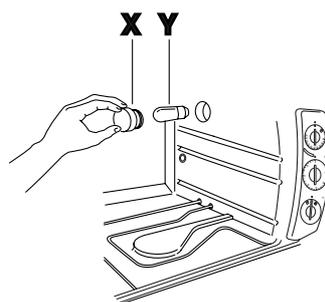

Abb. 13
- Die Schutzabdeckung aus Glas (X) gegen den Uhrzeigersinn aufschrauben und die Lampe (Y) durch eine gleichartige ersetzen (siehe Abb. 13). Die Schutzabdeckung (X) wieder zuschrauben.